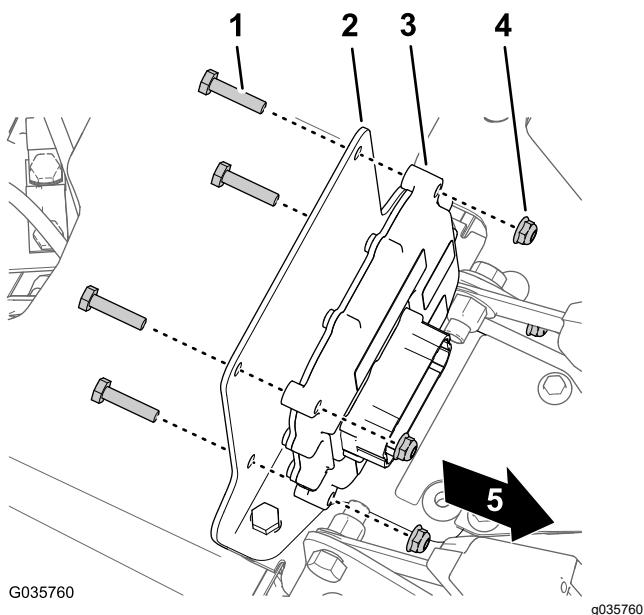

Figura 32
2. **Per le macchine 2015 e precedenti:** individuate il tappo a pressione tra le metà delle cinture di sicurezza interne dell'operatore e del passeggero e rimuovete il tappo dalla base della consolle (Figura 32).
3. Montate il controller elettronico sulla staffa di montaggio (Figura 32) con i 4 bulloni ($\frac{1}{4}$ " x $1\frac{1}{8}$ ") e 4 dadi di bloccaggio ($\frac{1}{4}$ ").